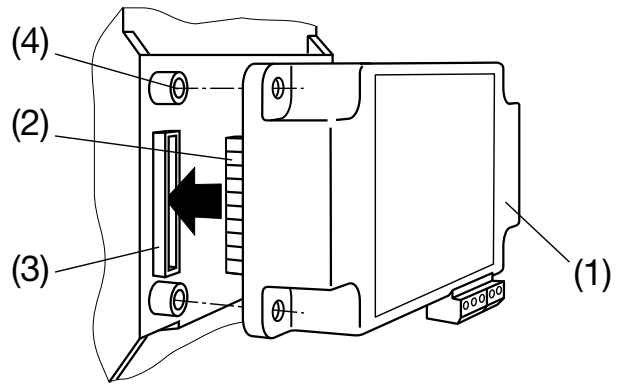

Bild 1
Erweiterungs-Modul (1) einfach auf der Rückseite des Grundgerätes aufstecken (Bild 1). Dabei beachten, dass Steckleiste (2) und Steckbuchse (3), aufeinander passen.